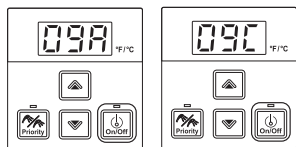

Fig. 3
5. Premere il tasto "On/Off" sul pannello di comando per modificare i valori dei parametri (Fig. 3).